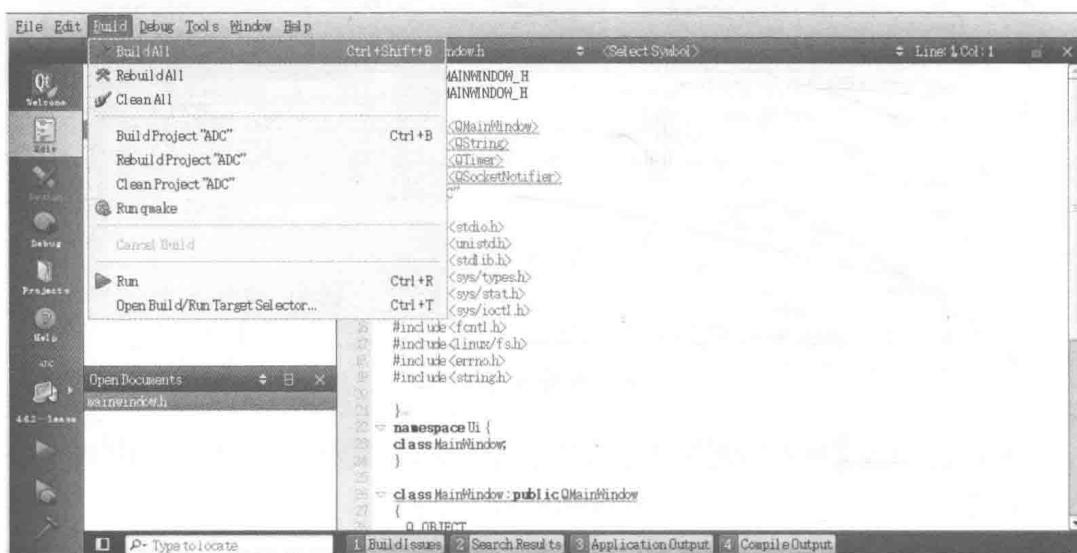

图 9-11 编译界面
(12) 在工程管理界面选择“Build”菜单，然后点击“Build All”，如图 9-11 所示。生